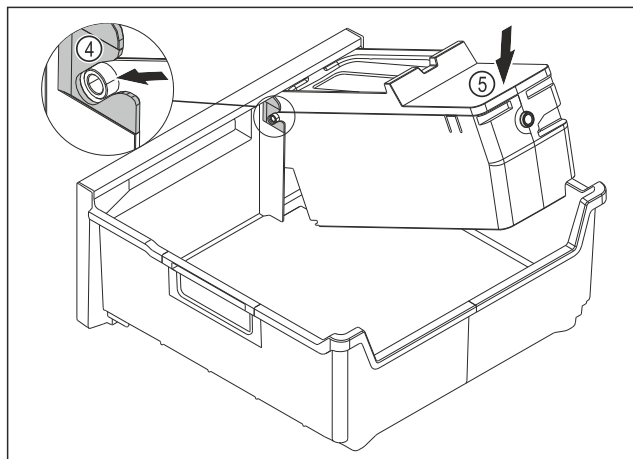

Fig. 81
- Montáž korpusu EasyTwist-Ice: Osi korpusu EasyTwist-Ice zasunúte do vedení Fig. 81 (4).
- Zatlačte korpus EasyTwist-Ice Fig. 81 (5) zozadu smerom nadol.